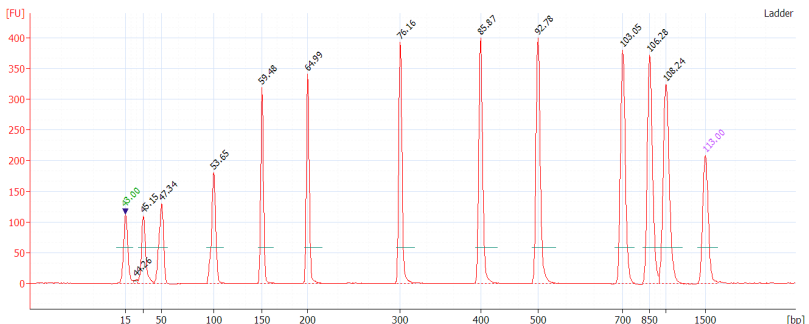

Figura 8: Electroferograma del ladder
3. Compruebe que el perfil del [Ladder Plot] (Diagrama de escalera) es similar a Figura 8 y contiene 13 picos, el más bajo a 15 pb y el más alto a 1.500 pb (estos son los marcadores que estarán en cada muestra) con una base de referencia fija (consulte la Figura 8).